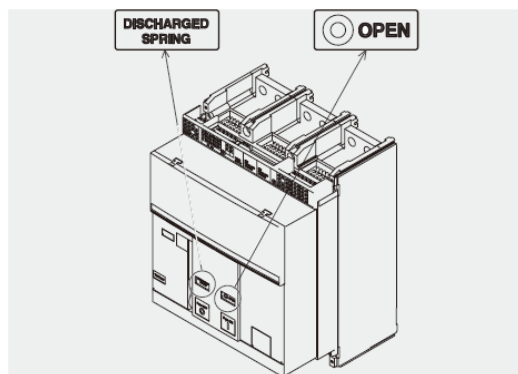

图 18
1. 确保断路器处于分闸状态（分闸/合闸指示器显示“O-OPEN”），并确保弹簧未储能（弹簧状态指示器显示“white - DISCHARGED SPRING”），如图 18 所示。